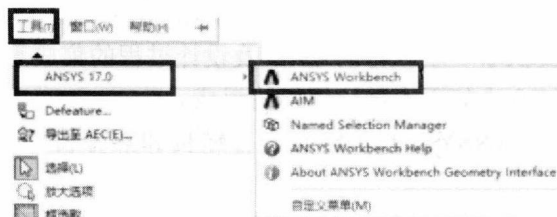

图 1-2 通过 Solidworks 启动
- 通过 CAD 软件启动,在安装 ANSYS Workbench 17.0 时可以选择嵌套 Workbench 到一些 CAD 软件中,通过这些嵌入的菜单可以进入 ANSYS Workbench。图 1-2 为通过 SolidWorks 进入 Workbench 的方法。关于这方面的内容读者可以参考第 2 章中 CAD 与 Workbench 连接的相关内容。